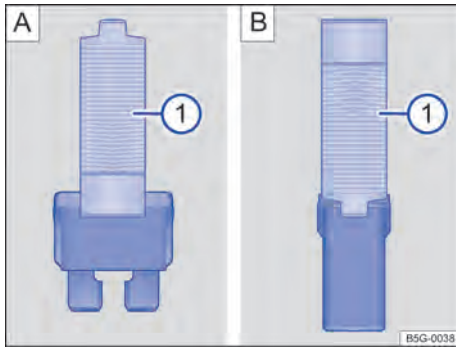

Fig. 184 Retirar o colocar el fusible con la pinza de plástico: [A] fusible plano, [B]: fusible de bloqueo.
- De ser necesario, retirar la pinza de plástico → fig. 184 [1] de la cubierta de la caja de fusibles.
- De acuerdo con la versión del fusible, colocar las garras adecuadas del alicate plástico → fig. 184 [A] [1] o → fig. 184 [B] [1] de forma lateral en el fusible.